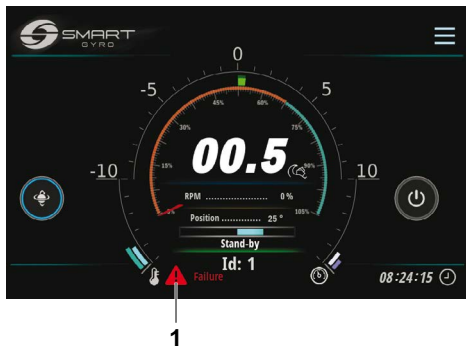

Figure 1
En cas d'anomalie de bas niveau, le système gyroskopique continue à fonctionner, mais en cas d'anomalie de haut niveau, il bloque la précession et arrête le moteur. En outre, les icônes d'alerte (Figure 1, (1)) clignotent sur la page d'accueil pour vous avertir de l'apparition de l'anomalie de haut niveau.